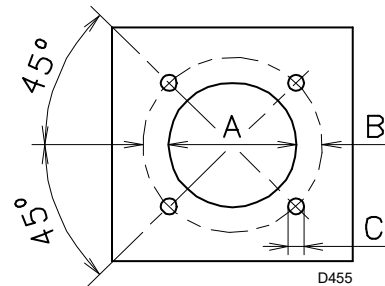

Fig. 14
Percer la plaque de fermeture de la chambre de combustion comme sur la Fig. 14 (Tab. J) La position des trous filetés peut être tracée en utilisant l'écran thermique fourni avec le brûleur.
- Introduire tout le brûleur sur le trou de la chaudière, précédemment prédisposé, (Fig. 14, et le fixer avec les vis fournies de série.